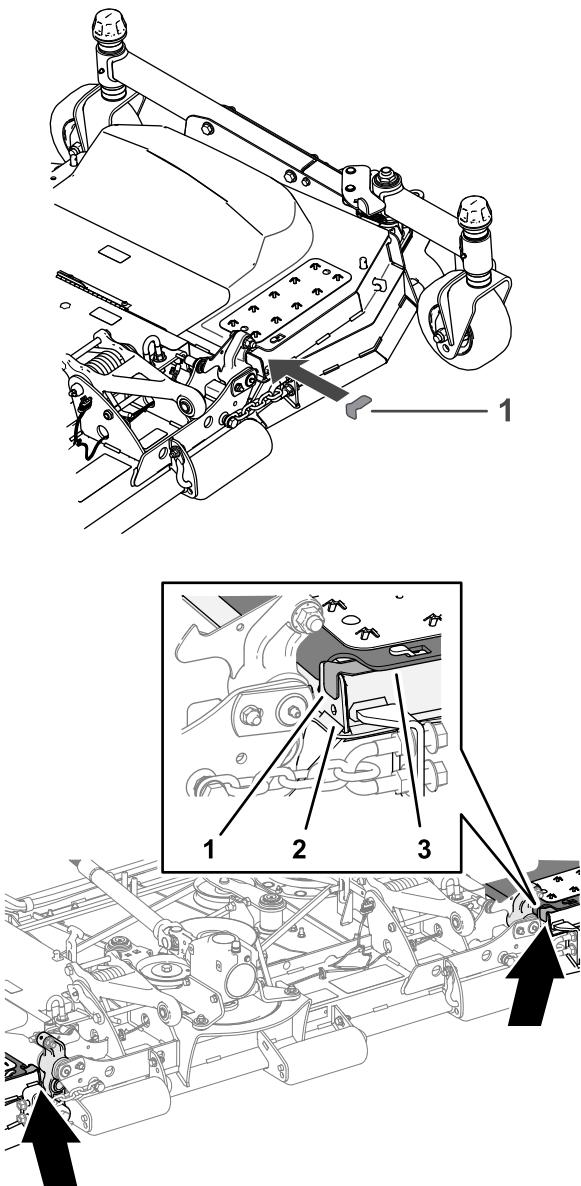

Figure 32
1. Montez les cales à l'avant du plateau, comme montré à la Figure 32.